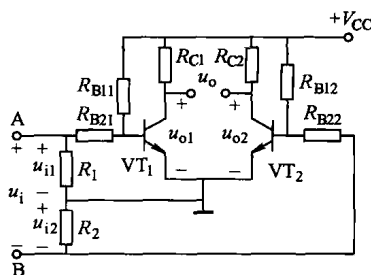

图 2-6 基本的差动放大电路
(2) 差分放大电路识图 差分放大电路又称差动放大电路,主要用于直流放大电路和模拟集成电路的内部电路中。图2-6所示是差分放大电路的最基本形式。该电路由两个完全对称的单管放大电路组成,图中 $R_{B11} = R_{B12}$, $R_{B21} = R_{B22}$, $R_{C1} = R_{C2}$, $R_1 = R_2$, 且两个晶体